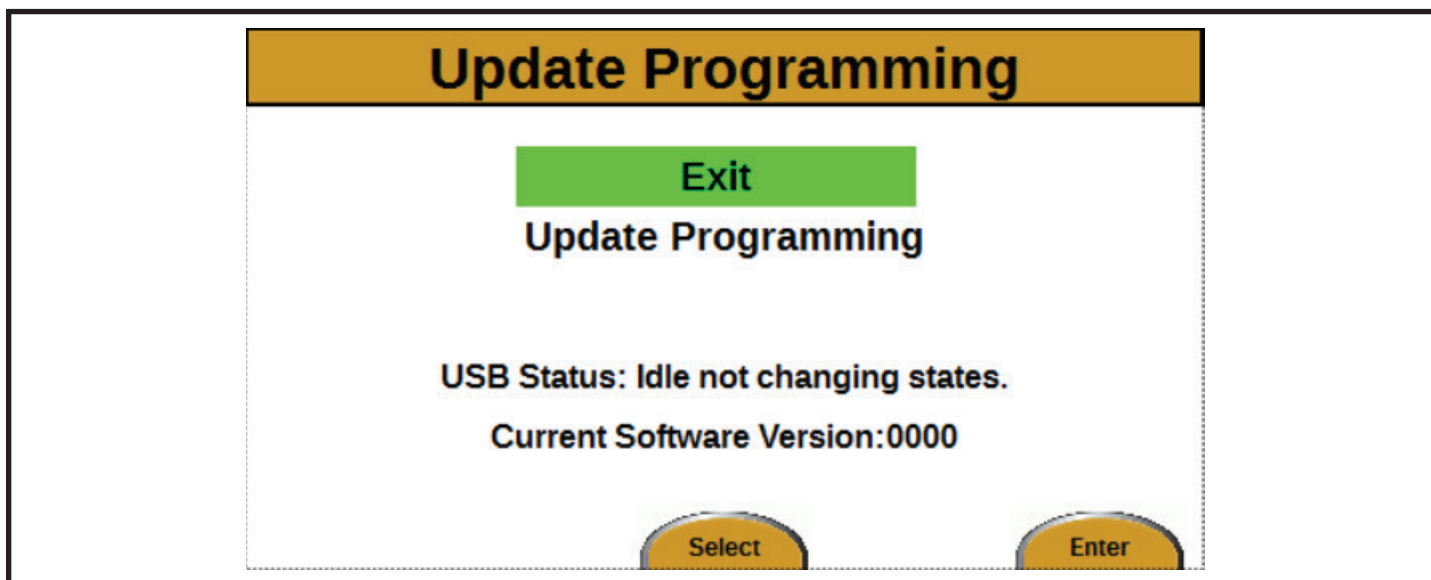

Figure 13
4. Appuyer sur le bouton Enter (Entrer). L'écran Update Programming (Mise à jour de la programmation) apparaîtra (see Figure 13).